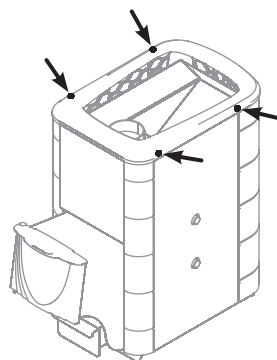

Рисунок 6. Винты для демонтажа рамы конвектора печи «Тунгуска 2011»
1. Снять рамку конвектора, открутив 4 самореза (рисунок 6)